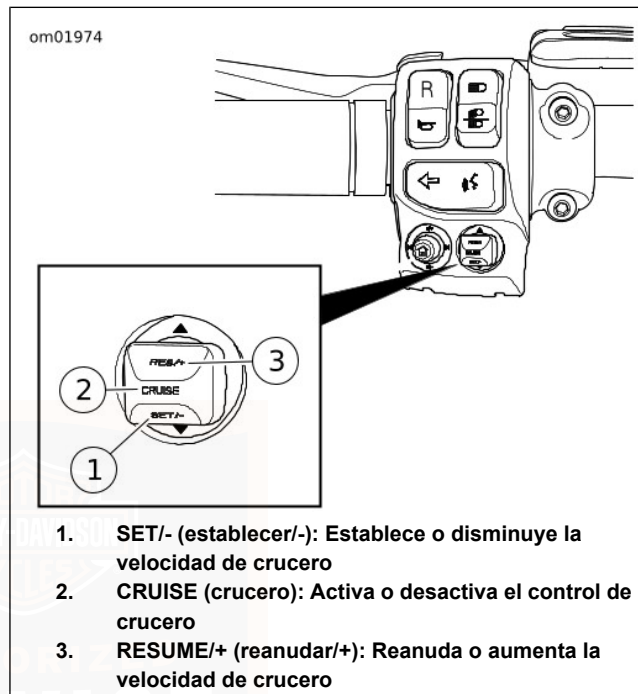

Figura 13. Funciones del control de cruceo del lado izquierdo (típico)
1. Vea Figura 13. Presione el interruptor CRUISE (cruceo) directamente hacia dentro para habilitar el control de cruceo. La luz de control de cruceo cambia a color naranja para indicar que el control de cruceo está activado. Vea Figura 6 y Figura 7.
Vea Figura 13. Para reanudar la velocidad SET (establecida) previamente, presione RESUME (reanudar) (presione el interruptor de CRUCERO hacia arriba).
Vea Figura 13. Con la velocidad de crucero establecida, momentáneamente presione RESUME/+ (reanudar/+) (presione el interruptor de crucero hacia arriba) para aumentar la velocidad o presione SET/- (establecer/-) (presione el interruptor de CRUCERO hacia abajo) para disminuir la velocidad. La velocidad de crucero aumenta o disminuye 1,6 km/h (1 mph).